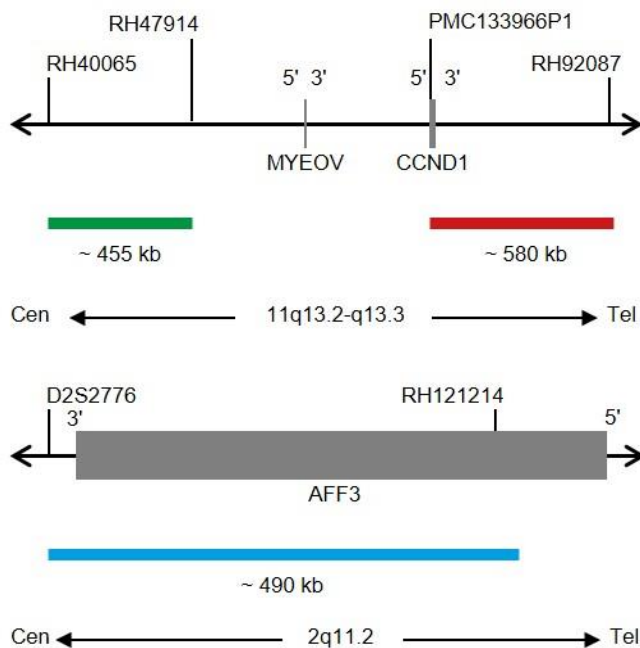

Fig. 1: Arriba: SPEC CCND1 Mapa de la sonda; abajo: SPEC 2q11 Mapa de la sonda (no está a escala)
- Polinucleótidos marcados en verde (excitación a 503 nm/emisión a 528 nm) ZyGreen (~10 ng/μl), dirigidos a secuencias localizadas 11q13.2-q13.3\* (chr11:68,249,010-68,705,283) proximales a la región del punto de ruptura de CCND1 (ver Fig. 1).
- Polinucleótidos marcados en rojo (excitación a 580 nm y emisión a 599 nm) ZyRed (~4,5 ng/μl), dirigidos a secuencias localizadas 11q13.3\* (chr11:69,453,301-70,031,240) distales a la región del punto de ruptura de CCND1 (ver Fig. 1).
- Polinucleótidos marcados en azul (excitación a 418 nm y emisión a 467 nm) ZyBlue (~37 ng/μl), dirigidos a secuencias localizadas 2q11.2\* (chr2:100,132,806-100,621,725) (ver Fig. 1).